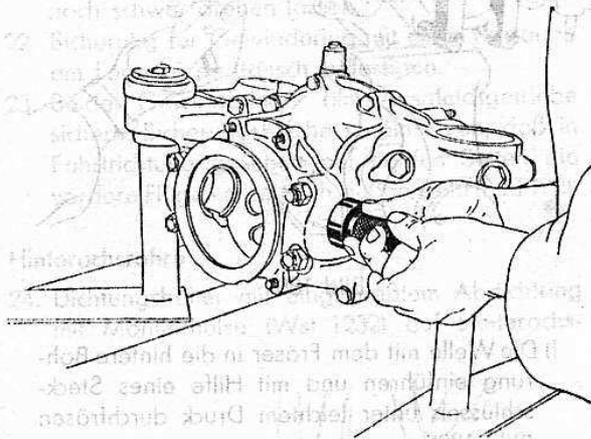

Bild 182
28. Mit Kontrolldorn (42x250) Bohrung für Zapfenlagerung nachprüfen (Bild 182). Bei angeschraubtem Lagerdeckel muß sich der Kontrolldorn leicht in Bohrung drehen lassen.